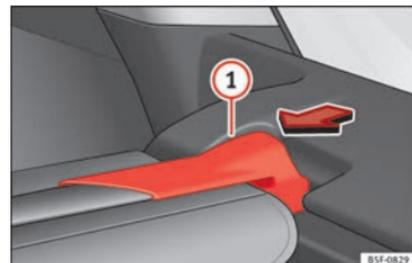

Fig. 163 En el maletero: desmontar la bandeja portaobjetos.
- Presione el soporte de la bandeja portaobjetos »» fig. 163 1 en el sentido de la flecha.
- Encaje el soporte de la bandeja portaobjetos » fig. 163 ① en el alojamiento derecho.
- Compruebe si el soporte » fig. 163 ① está encastrado correctamente.